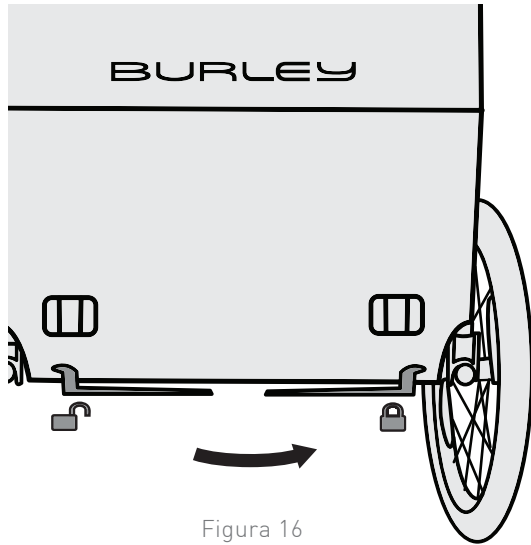

Figura 16
1. Deslice la palanca a la derecha (Figura 16). Para soltar el freno, deslice la palanca a la izquierda.